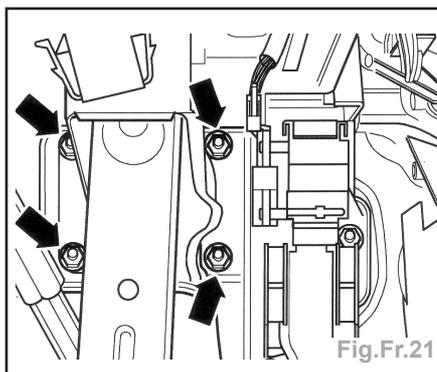

Fig.Fr.21
- Dévisser les écrous hexagonaux du servofrein (flèches) (Fig.Fr.21).